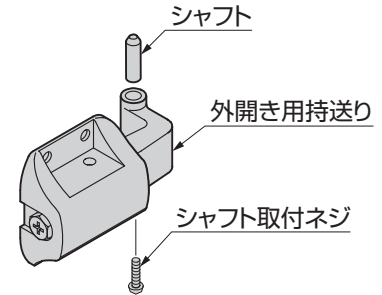

図4-7 シャフト取外し図
- ① 図4-7のように下側の調整金具のシャフト取付ネジを外し、シャフトを抜いてください。
- ② ジョイントを下側調整金具の持送り部に挿入し、ジョイント固定ネジを付属の六角レンチで締めつけてください。